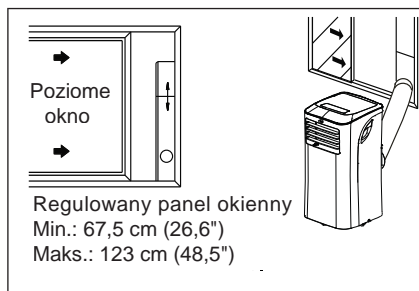

Rys. 7
4. Nasunąć zmontowane elementy na urządzenie (rys. 7).